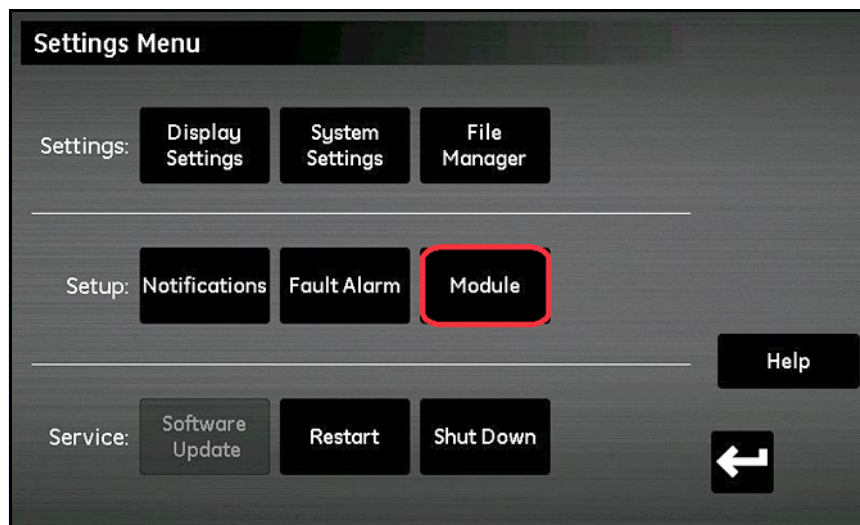

Figure 94: Mise à jour du module
4. Dans la section **Configuration**, touchez **Module** (voir Figure 94 ci-dessous).